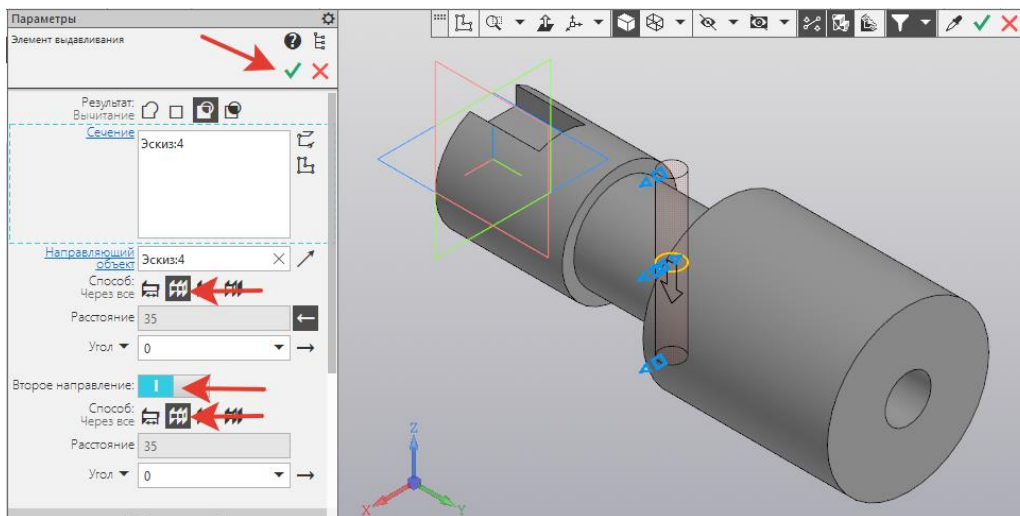

Рисунок 97.
9. На инструментальной панели *Элементы тела* - выбрать  *Вырезать выдавливанием*. В *Параметрах* задать *Расстояние – Через всё*. *Создать объект*  (рисунок 97).